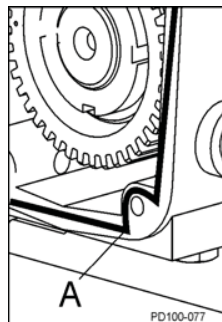

Abbildung 40 Dichtmittelauftrag
3. Tragen Sie Silikondichtmittel auf die Rückseite des Getriebegehäuses auf (an silikonfreien Modellen kann Gore-Tex®-Dichtungsband eingesetzt werden). Bringen Sie das Band an der Innenseite der Schraubenbohrungen an. (Abbildung 40, Pos. A).